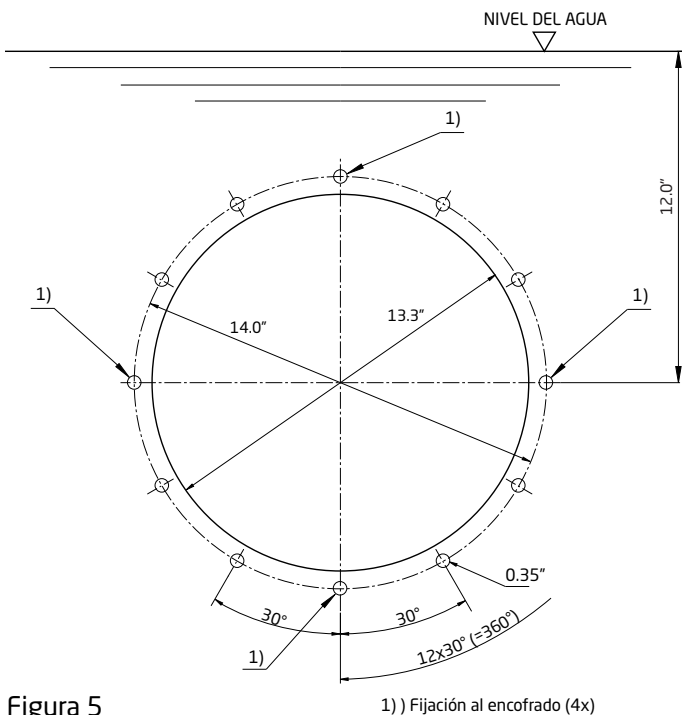
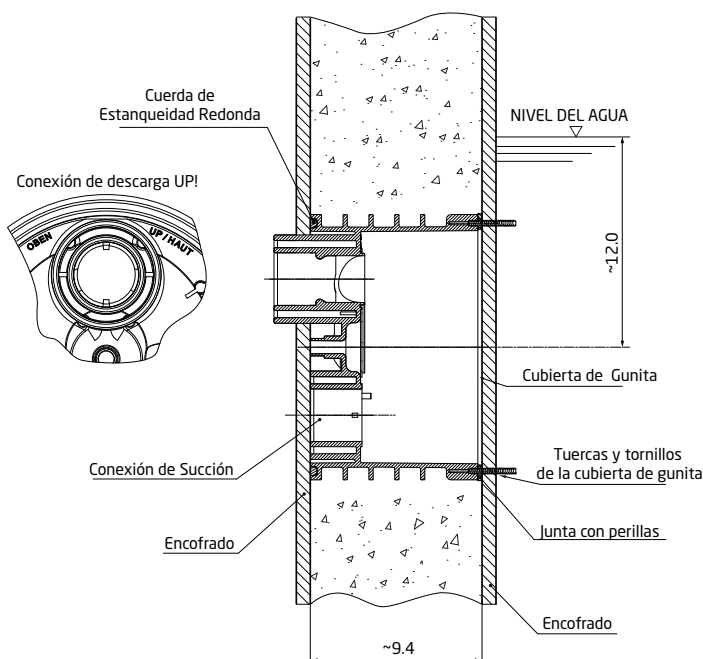
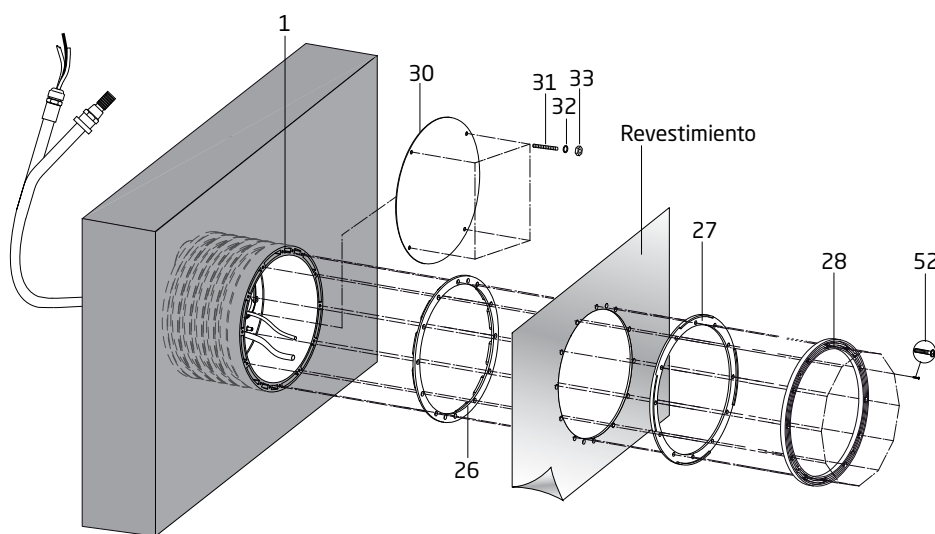

Figura 5
Figura 6
Figura 7
- Perfore los cuatro agujeros M8 marcados (1) en la figura 5 en el encofrado de la pared interna de la piscina. Corte un agujero de 14.5" en el encofrado de la pared externa de la piscina. **PRECAUCIÓN:** El centro de la carcasa de chorro **DEBE ESTAR** montado 12" **DEBAJO** de la línea de agua como se muestra en las figuras 5 y 6
- Coloque la carcasa de chorro entre la barra de acero con el dorso de la carcasa de chorro contra el orificio del encofrado de la pared exterior. La ubicación de la carcasa de chorro es muy importante (Ver Figura 6).
- Instale los cuatro (4) clavos M8 x 80mm de la tapa de gunita (parte #31) en la parte frontal de la carcasa de chorro. Deben estar en la misma posición que los orificios (1) marcados en la figura 5. Deslice la cubierta de gunita (parte #30) sobre los clavos. Tape el borde de la gunita alrededor de toda la carcasa de chorro para excluir el hormigón de los insertos roscados y de la carcasa de chorro.
- Deslice la pared interna del encofrado sobre los tornillos en la carcasa de chorro a través de los agujeros perforados. Asegure el encofrado a la carcasa de chorro con cuatro (4) arandelas M8 (parte #32) y cuatro (4) tuercas M8 (parte #33).
- Monte la tapa de gunita al frente de la carcasa de chorro usando las cuatro (4) tuercas M8 x 80mm (parte #31), cuatro (4) arandelas M8 (parte #32) y cuatro (4) tuercas M8 (parte #33). Tape el borde de la cubierta de gunita alrededor de toda la carcasa de chorro para separar el recubrimiento de gunita de los insertos roscados y la carcasa de chorro.
- Coloque la carcasa de chorro entre la barra de acero. La ubicación de la carcasa de chorro es muy importante (Ver Figura 6).
Utilice la plantilla de montaje provista (versión a pequeña escala de la plantilla mostrada en la Figura 5) para marcar y taladrar los orificios a través del revestimiento (doce orificios hechos con tornillos M8 del anillo de fijación y orificios centrales de 13.3"). Inserte la junta con mandos en la parte frontal de la carcasa de chorro (parte #26). Instale el revestimiento con los orificios alineados a la carcasa de chorro. Coloque de forma alineada el anillo de fijación (parte #28) como se muestra en la figura 7. Coloque la junta del anillo de fijación (parte #27) y comience a instalarla utilizando los doce (12) tornillos M8 x 30 del anillo de fijación (parte #52) (Ver Figura 7).
Debe alinear el anillo de fijación (parte #28) como se muestra en la figura 7. Use los doce (12) tornillos M8 x 30 del anillo de fijación (parte #52) para sujetar dicho anillo y los mangos a la carcasa de chorro.
Utilice el modelo provisto en la Figura 5 para marcar y taladrar los orificios a través del revestimiento (doce orificios hechos con tornillos M8 y orificios centrales de 14"). Inserte la junta con mandos en la parte frontal de la carcasa de chorro (parte #26). Instale el revestimiento con los orificios alineados a la carcasa de chorro. Coloque de forma alineada el anillo de fijación (parte #28). Coloque la junta del anillo de fijación (parte #27) y comience a instalarla utilizando los doce (12) tornillos M8 x 30 del anillo de fijación (Ver Figura 7).